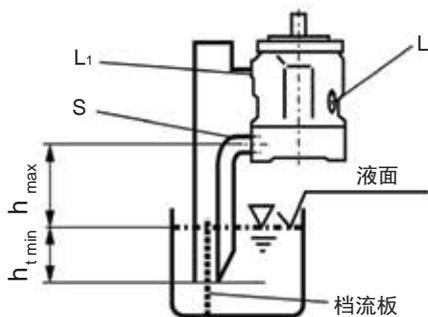

图2
b) 如果油箱的最低液面低于泵的安装法兰面则“L1”和“S”口的配管按图 2 所示，封闭“L”口，并见 1.2.1 节。
1.2 安装在油箱外面：在安装前泵置于水平位置并灌满油液。如安装在油箱上方，参见图 2。